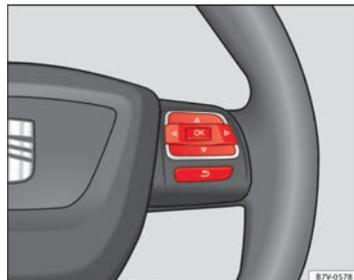

Fig. 38 Partie droite du volant multifonction : touches pour utiliser les menus du tableau de bord.
- Si un message ou le pictogramme du véhicule est affiché, appuyez sur la touche **OK** (⇒ fig. 37 (A) ou ⇒ fig. 38).